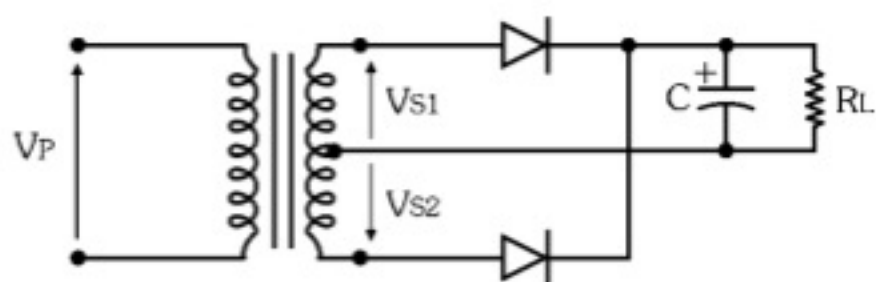

Figura 2.64 - Retificador com ponto neutro e filtro capacitivo.
2.4) Considere o circuito da Figura 2.64 e calcule o *ripple*  $V_{rpp}$  e a tensão média  $V_L$  na carga  $R_L$ .